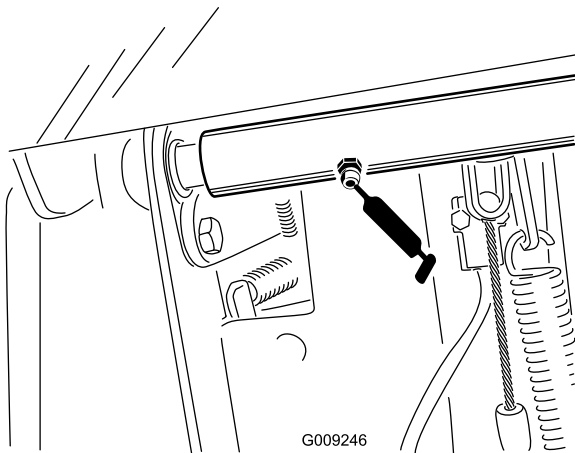

Figure 36
- 2 roulements d'axe de pivot de la pédale de frein (Figure 36)